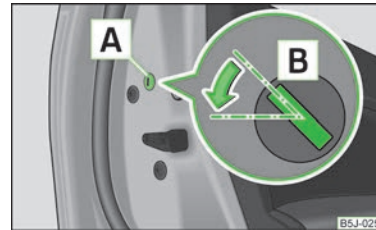

Abb. 14
- Die Blende **A** abbauen » Abb. 14.